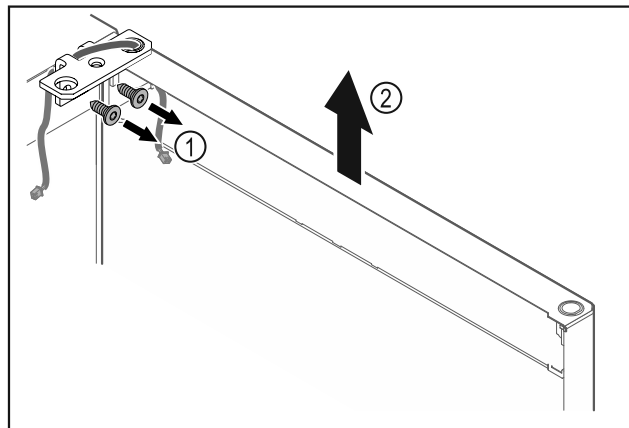

Fig. 16
- ▶ Ξεβιδώστε τη γωνία μεντεσέ Fig. 16 (1).
- ▶ Σηκώστε την πόρτα μαζί με τη γωνία μεντεσέ Fig. 16 (2) περίπου 200 mm ευθεία προς τα επάνω και αφαιρέστε τη.